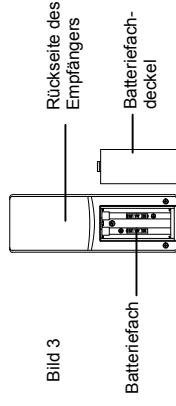

Bild 3
1. Ziehen Sie den Batteriefachdeckel nach unten ab (Bild 3)